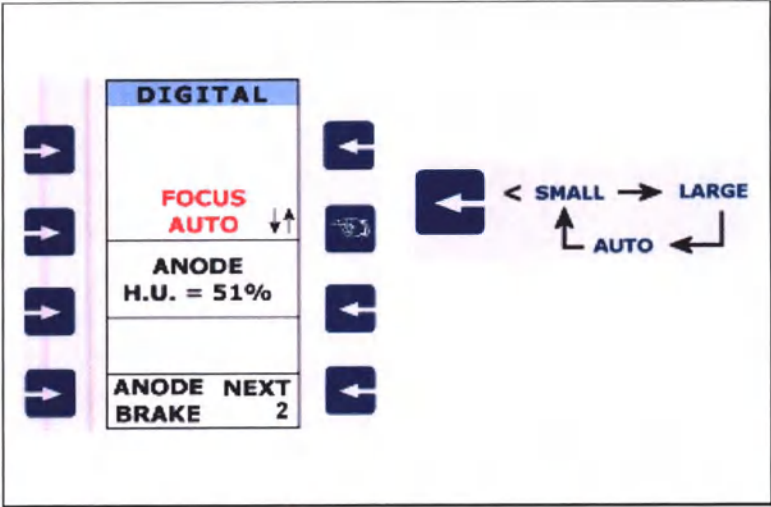

Рисунок 1.21 - Выбор фокусного пятна
- нажать клавишу NEXT на графическом экране до тех пор, пока меню выбора фокусного пятна не отобразится на дисплее (рисунок 1.21);